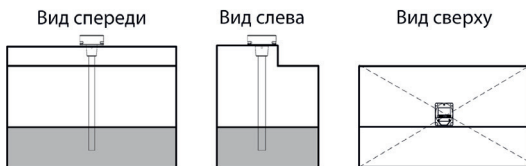

Рисунок 1. Выбор места установки датчика Omnicomm LLS-AF 4
- Место установки должно быть максимально приближено к геометрическому центру бака и являться самым глубоким местом в баке (Рисунок 1)